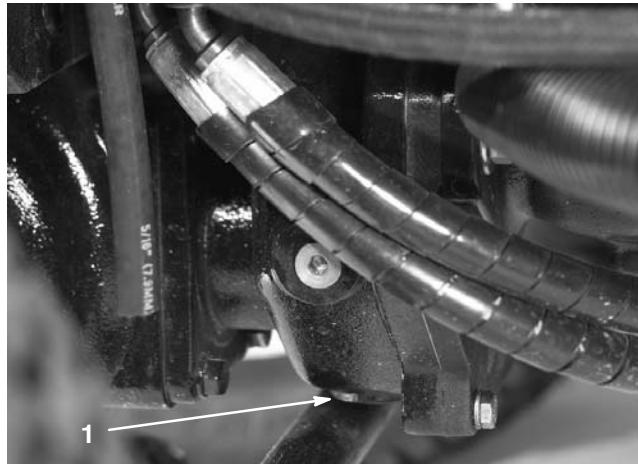

Figure 72
- Nettoyez la surface autour du bouchon de vidange au bas du boîtier d'engrenages (Fig. 72).